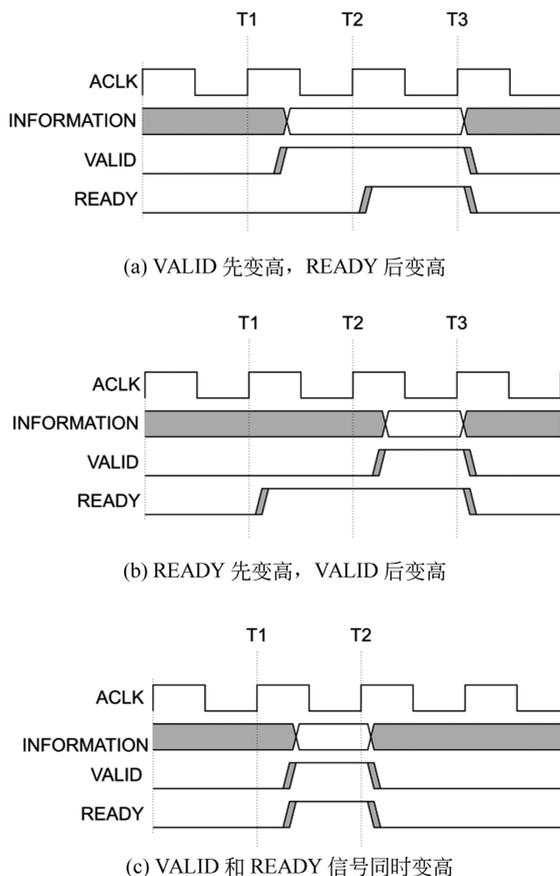

图 3-25 VALID 和 READY 信号的 3 种时序关系
- (1) VALID 先变高,READY 后变高,如图 3-25(a)所示。
- (2) READY 先变高,VALID 后变高,如图 3-25(b)所示。
- (3) VALID 和 READY 信号同时变高,在这种情况下,数据或控制信息可立即进行传输,如图 3-25(c)所示。